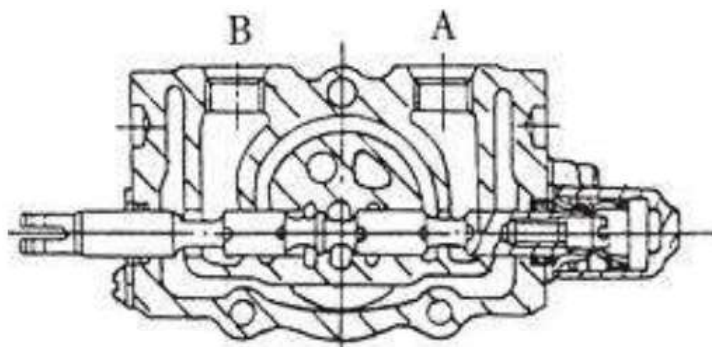

Рис. 3-6-5. Выталкивание скользящего клапана
(3) Вытягивание скользящего клапана (см. Рис. 3-6-5).